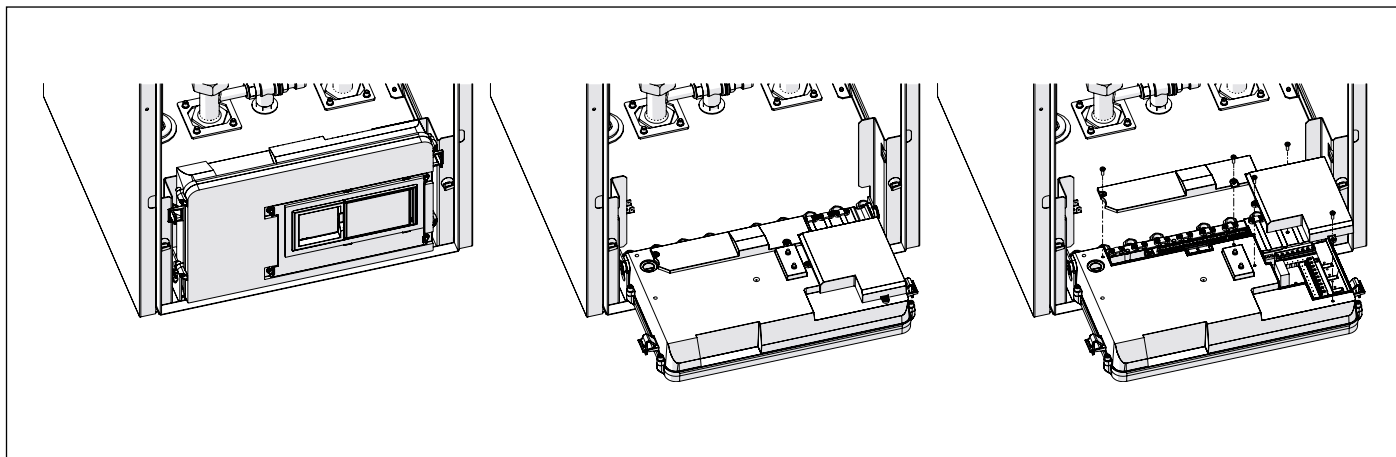

Fig. 35 Cutie electrică
- Rotiți cutia electrică înainte cu 90° (consultați Fig. 35 Cutie electrică).
- Scoateți capacele conexiunilor electrice externe (A și B), deșurubând șuruburile care le fixează de cutia electrică (consultați Fig. 35 Cutie electrică).